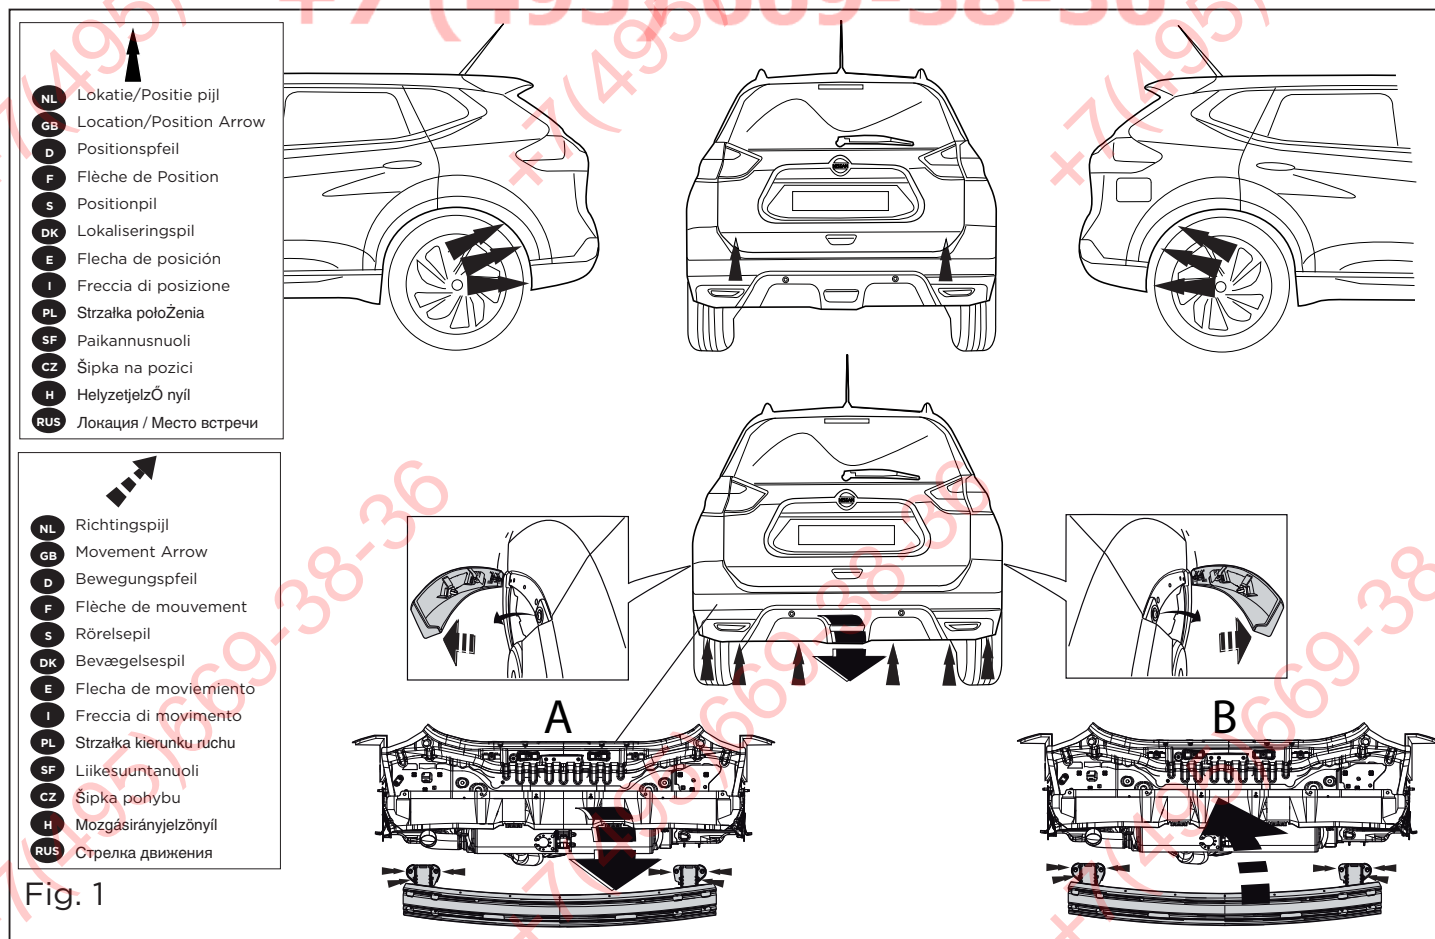

Fig. 1
1. Remove the bumper and the steel buffer beam from the vehicle. See figure 1.
1. Die Stoßstange einschließlich des stählernen Stoßbalkens vom Fahrzeug abmontieren. Siehe Abbildung 1.
1. Снять бампер вместе со стальным буферным брусом автомобиля. См. рисунок 1.